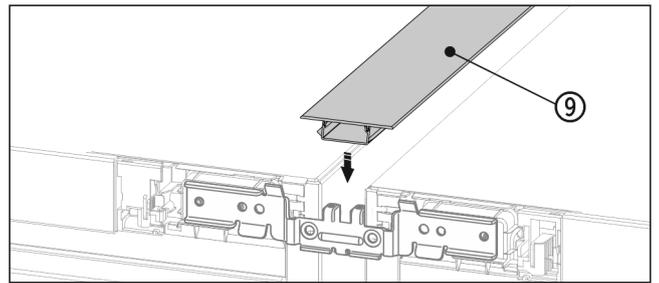

Fig. 21
- ▶ 在表面，将短护板条 Fig. 21 (9) 压入水平缝隙中。